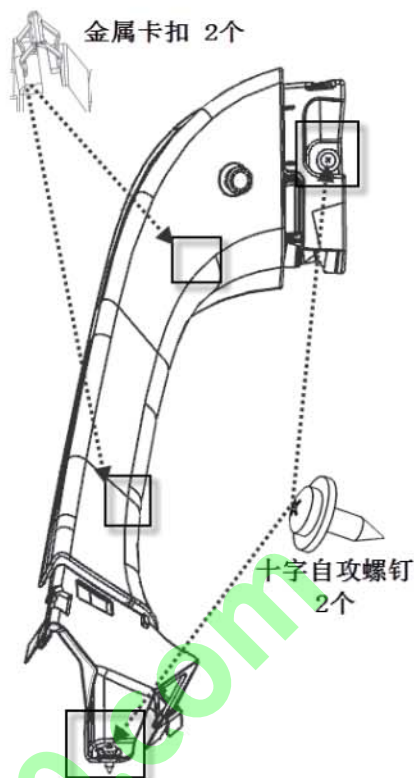

图 10-4-1 左/右护板拆卸示意图
- (1) 首选将后背门上、下护板拆卸 (参照 10.1、10.3 后背门上护板、下护板的拆卸方法);
- (2) 如图 10-4-1, 用十字螺丝刀将上下两处螺钉拧下, 然后向外侧用力将金属卡扣 (两个) 与钣金分离, 即可拿下后背门左/右护板。